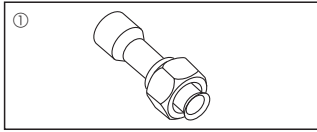

Fig. 1-1
1.6. Dış ünite aksesuarları (Fig. 1-1)